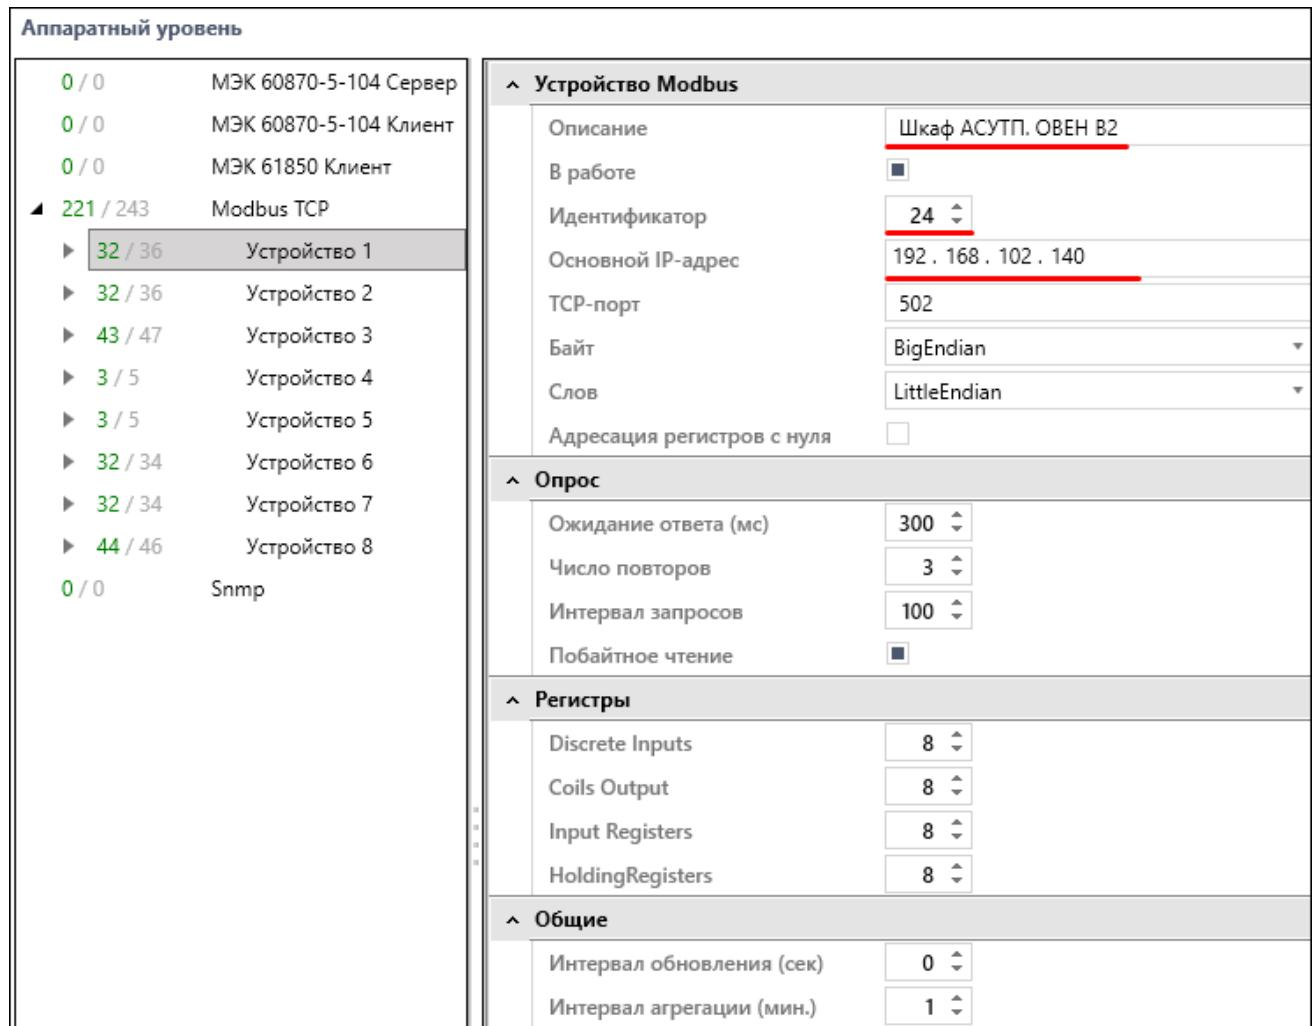

Рисунок 459 - Устройство первого шлюза
2. В созданных устройствах 1-4 заполните форму конфигурирования согласно п.2 раздела **Настройка соединений по Modbus TCP** документа «Redkit Builder. Руководство администратора. ПБКМ.62.01.29.000-410.03», но с указанием идентификатора устройства N (где N - номер устройства), и IP-адресом первого шлюза (Рисунок 459).